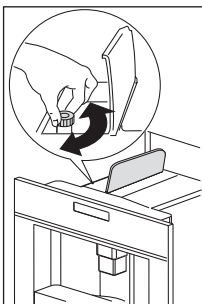

Fig. 21
- Se for usada mais do que uma medida de café pré-moído e o funil entupir, empurre para baixo o café com uma faca (Fig. 21). Em seguida, retire e limpe a unidade de preparação e a máquina, como descrito na secção „Limpar a unidade de preparação“.